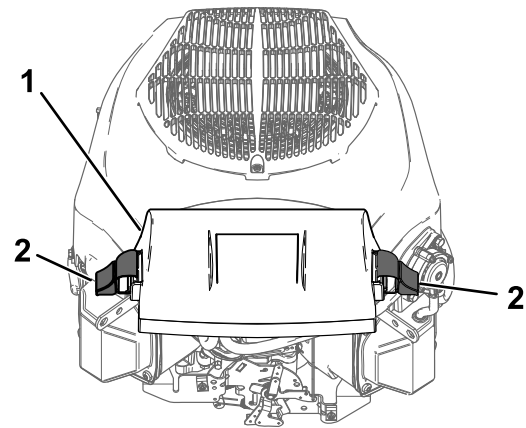

Figura 34
3. Instale la tapa y sujétela con los cierres (Figura 34).